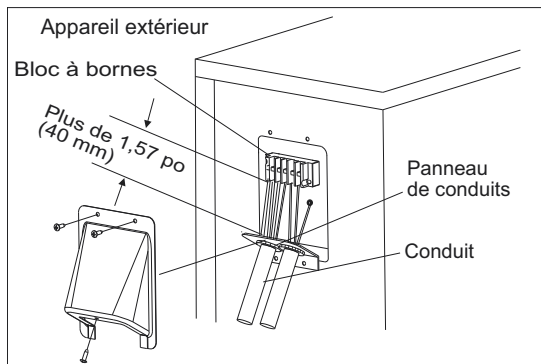

Figure 10 – Câblage sur place
5. Raccordez le conduit au panneau de conduits (voir figure 10).